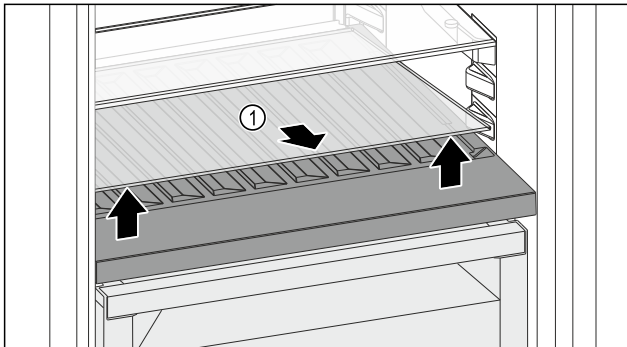

Fig. 164
- Soulever la plaque de verre Fig. 164 (1) au niveau de l'évidement avant et la retirer.
- Entreposer la plaque de verre Fig. 164 (1) dans un endroit sûr hors de l'appareil.
- Insérer la plaque de verre (2) sous le compartiment à bouteilles amovible.